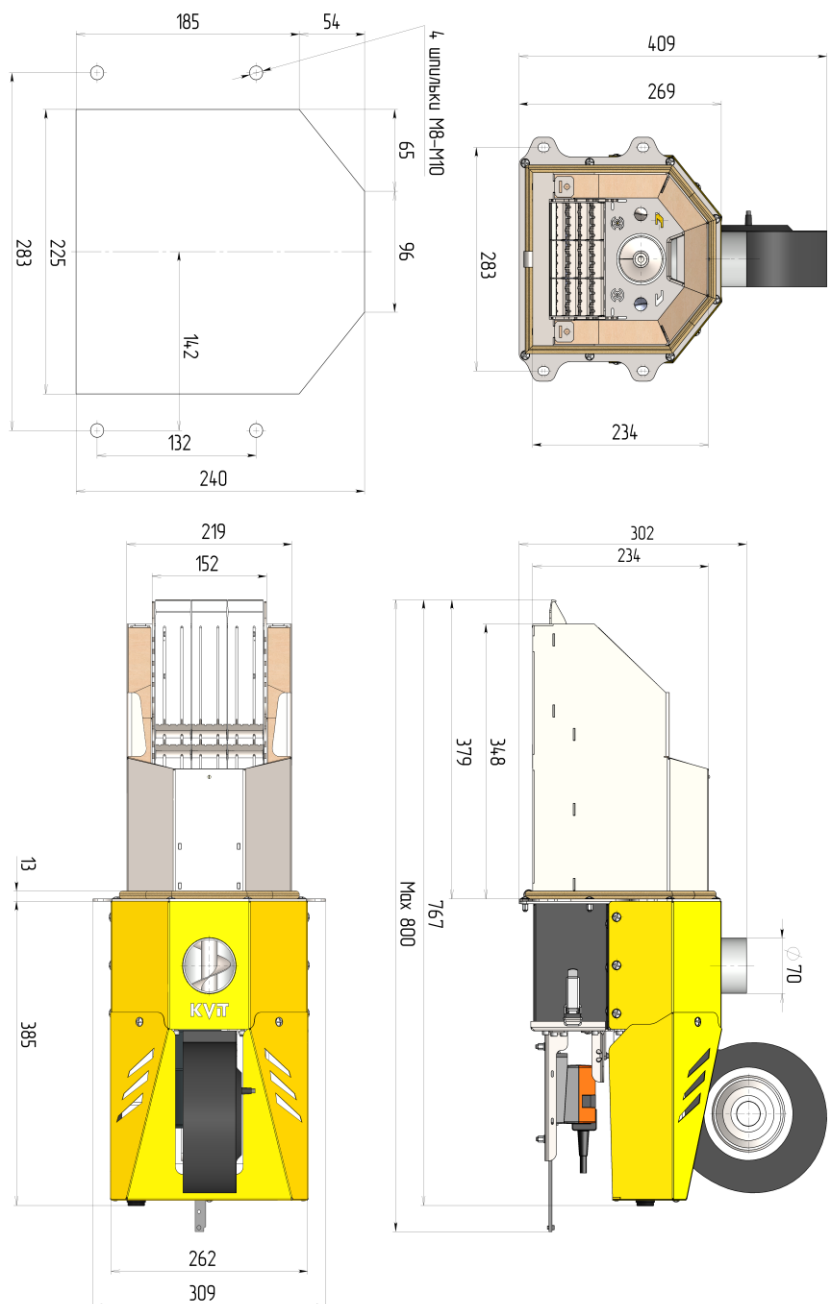

Рис.3 Габаритные и присоединительные размеры пеллетной горелки KVT Lupa 100 кВт.
- 2) Согласно схеме на Рис.3 выполнить монтажные отверстия в штатной дверце котла, если в комплекте поставки не предусмотрена дополнительная дверца горелки.